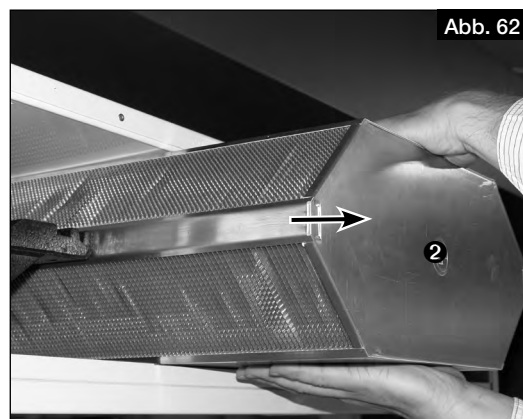

Abb. 62
3. Wärmetauscher ❷ vorsichtig aus dem Gerät ziehen (s. Abb. 62). Darauf achten, dass die Lamellen nicht beschädigt werden!